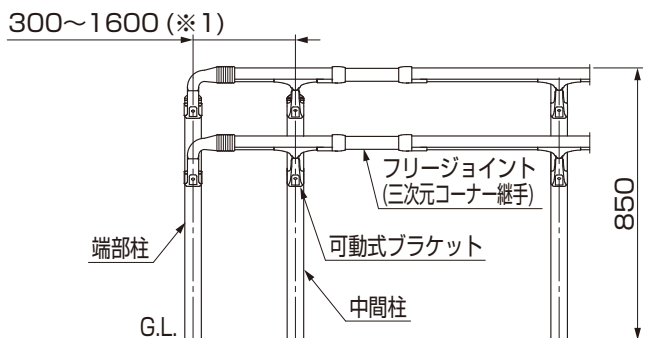
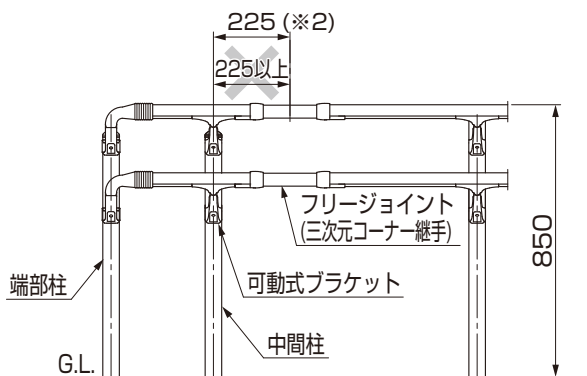

図12-1
図12-2
- 端部柱と中間柱の柱ピッチは300~1600mm (※1)を必ず守ってください。ただし中間柱地点でビームを継ぐ場合は380~1600mmになります。(図12-1参照)
- 中間柱からのフリージョイント(三次元コーナー継手)の飛出し寸法は225mm (※2)を必ず守ってください。(図12-2参照)
- 「図12-1」、「図12-2」のような施工でアルミ柱を使用している場合は、フリージョイントを使用しないでください。